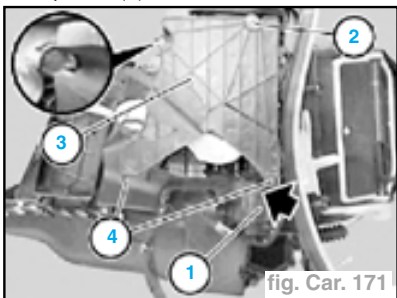

fig. Car. 171
- Déclipser la tringle (3) sur le servomoteur.
- Déverrouiller l'actionneur (1), le retirer et débrancher le connecteur (fig. Car. 171).
- Déposer la vis (2).
- Déverrouiller la plaque (3) (voir agrandissement) et la retirer.
**Remarque pour la repose :** insérer d'abord les pattes (4).